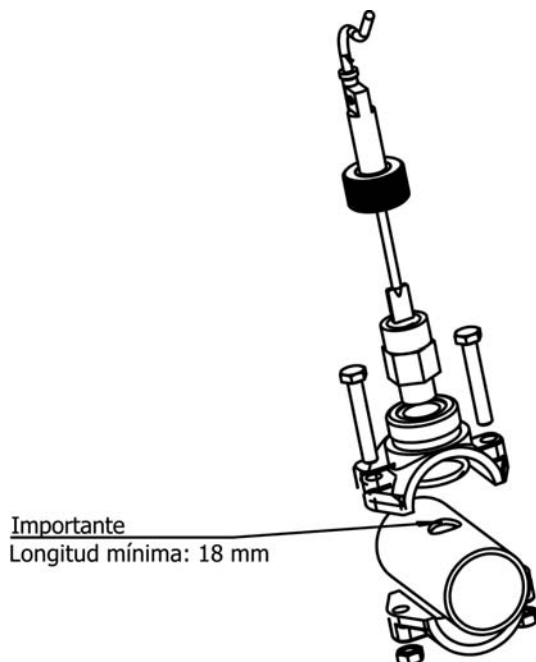

Fig. 14-1
1. Colocar o colarinho fornecido a um laço da tubagem situado na entrada da célula de electrólise. O colarinho deve ser colocado sempre na posição horizontal no solo (ver Fig. 14-1).